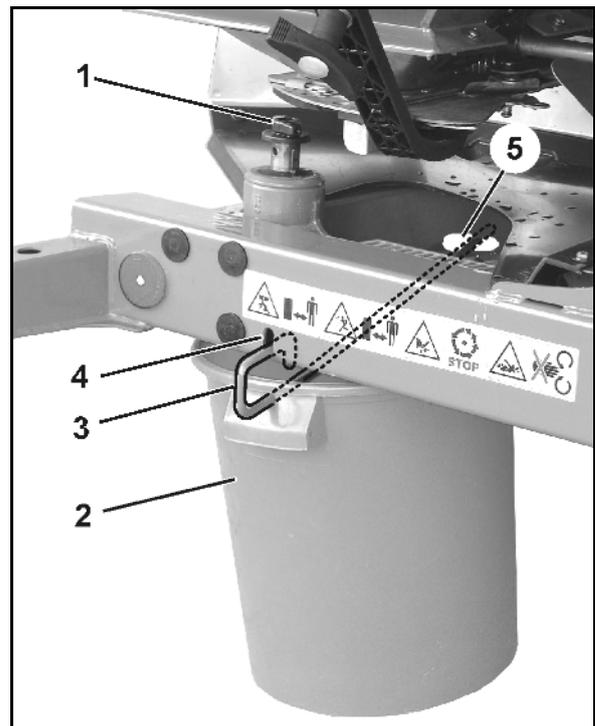

Fig. 66
1. Retirez l'écrou à ailettes (Fig. 66)
Pour un réglage précis et sans outil de la position des aubes d'épandage, chaque disque d'épandage dispose de deux échelles graduées et bien distinctes (Fig. 66/1 et Fig. 66/2).
- L'échelle graduée (Fig. 66/1) dont les valeurs vont de 5 à 28 correspond à l'aube d'épandage la plus courte (Fig. 66/3) et l'échelle graduée (Fig. 66/2) dont les valeurs vont de 35 à 55 correspond à l'aube d'épandage la plus longue (Fig. 66/4).
- Relevez la valeur de réglage au niveau de l'arête de lecture (Fig. 66/5) pour l'aube d'épandage la plus courte (Fig. 66/3).
- Relevez la valeur de réglage au niveau de l'arête de lecture (Fig. 66/6) pour l'aube d'épandage la plus longue (Fig. 66/4).
- Le fait de faire pivoter les aubes d'épandage sur une valeur plus élevée de l'échelle graduée (Fig. 66/1 ou Fig. 66/2) entraîne une augmentation de la largeur de travail.